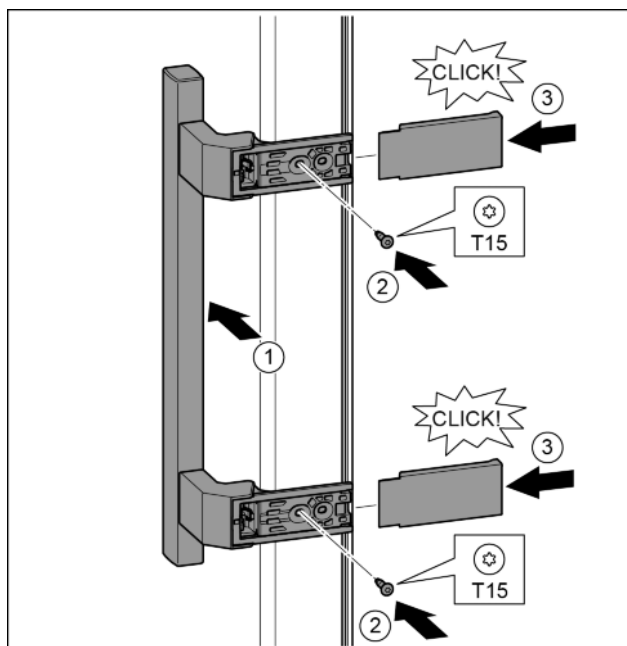

Fig. 32
- ▶ Встановіть ручку з протилежного боку. Fig. 32 (1)
- ▶ Закрутіть гвинти за допомогою викрутки T15. Fig. 32 (2)
- ▶ Встановіть кришки з боків та вставте їх. Fig. 32 (3)